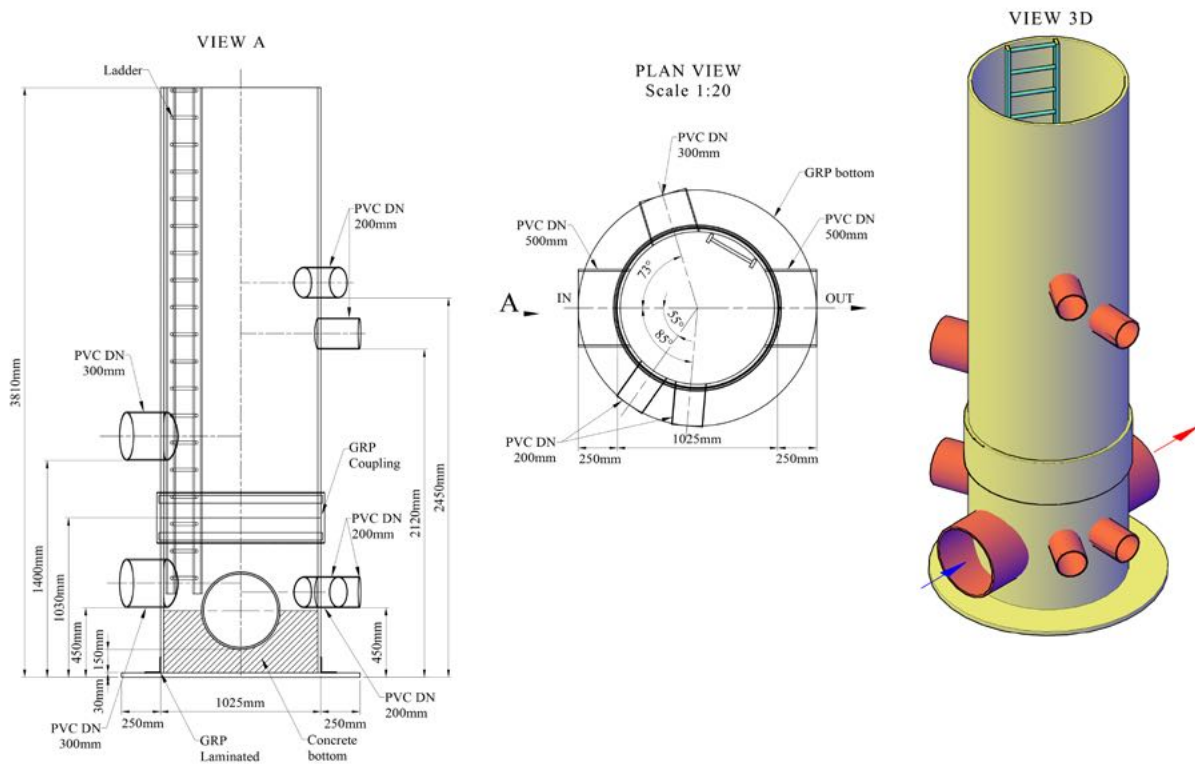
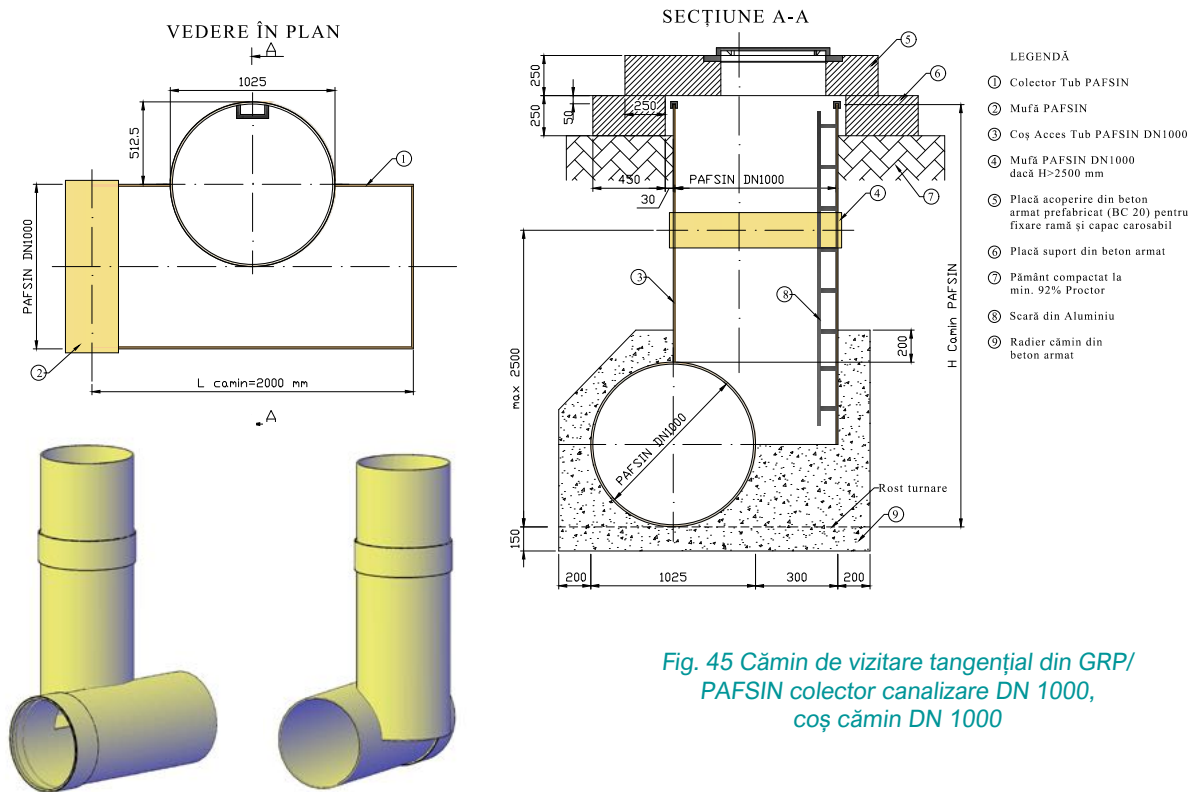

Fig. 43 Cămin de vizitare DN 1000
Fig. 45 Cămin de vizitare tangențial din GRP/PAFSIN colector canalizare DN 1000, coș cămin DN 1000
- » cămine de vizitare ape uzate (Fig. 43, Fig. 44 pag. 63 și Fig. 45 pag. 63)